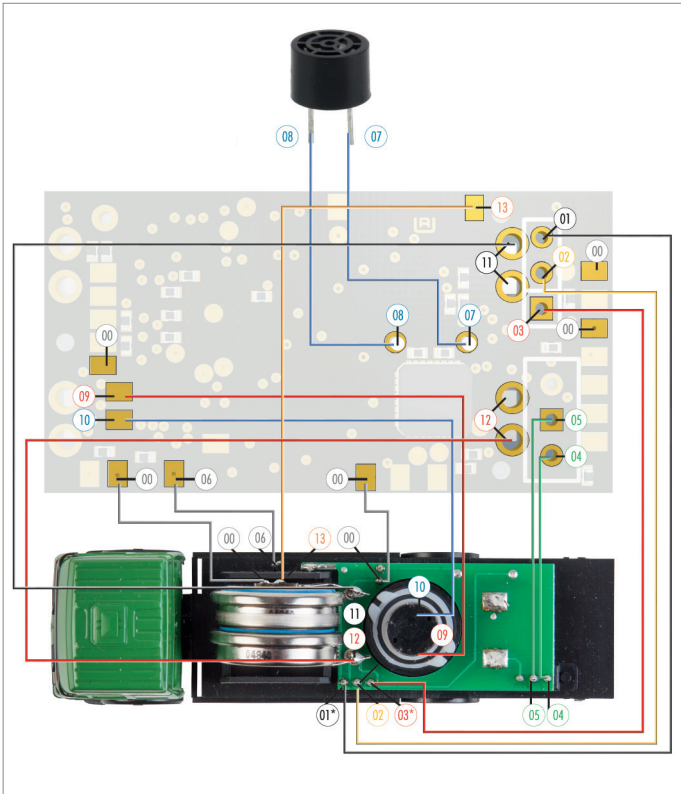

Abb. 42: Anschlusschema, Typ LKW-Modell mit Universalplatine, Akkus gelötet.
***HINWEIS:** Beachten Sie den zuvor von Ihnen definierten und markierten "+" (Plus)-Pol der Ladebuchse und verbinden Sie diesen mit dem Anschluss "03" der Umrüstplatine. Im Anschlusschema Abb. 42 sind "01" und "03" fahrzeugseitig lediglich Beispielbelegungen. S.a. Kap. "Fahrzeug umrüsten".